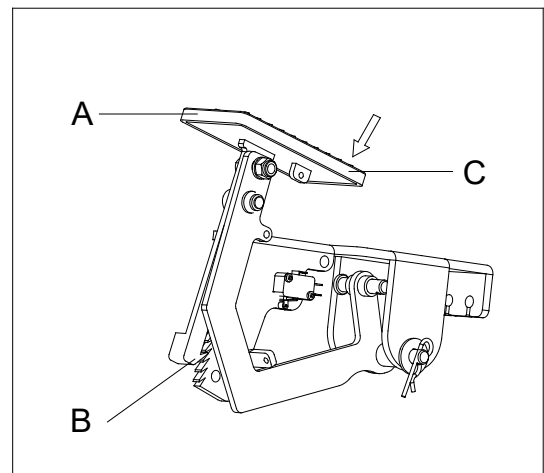

Figura 9
1. Enganche el freno de estacionamiento presionando la parte delantera del pedal (A, figura 9) y enganche la palanca (B, figura 9).
2. Presione la parte trasera del pedal (C, figura 9) para soltar el freno de estacionamiento.